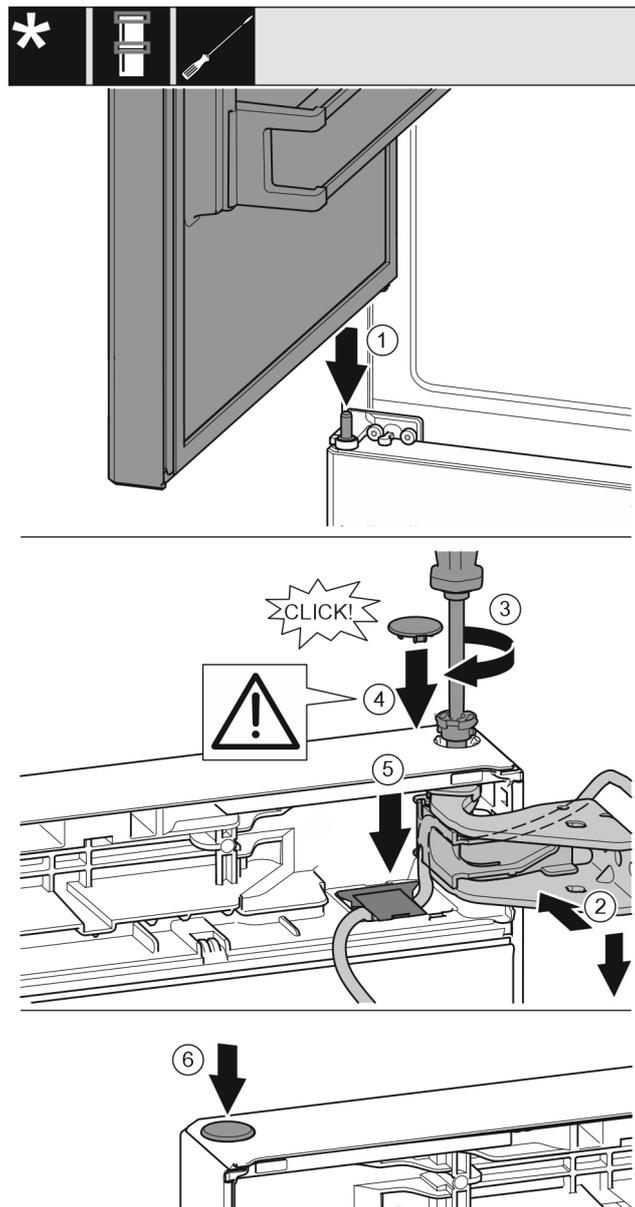

Fig. 42
- ▶ Coloque la puerta superior sobre el perno de cojinete intermedio Fig. 42 (1)
- ▶ Alinee la parte superior de la puerta respecto a la abertura en el soporte de cojinete. Fig. 42 (2)
- ▶ Introduzca el perno y atorníllelo con el destornillador T15. Fig. 42 (3)
- ▶ Montar la cubierta del seguro para asegurar la puerta: introduzca la cubierta del seguro y compruebe si descansa sobre la puerta. De lo contrario, introduzca por completo el perno. Fig. 42 (4)
- ▶ Vuelva a colocar la cubierta y presiónela hacia abajo hasta que encaje en su lugar. Fig. 42 (5)
- ▶ Coloque el tapón. Fig. 42 (6)